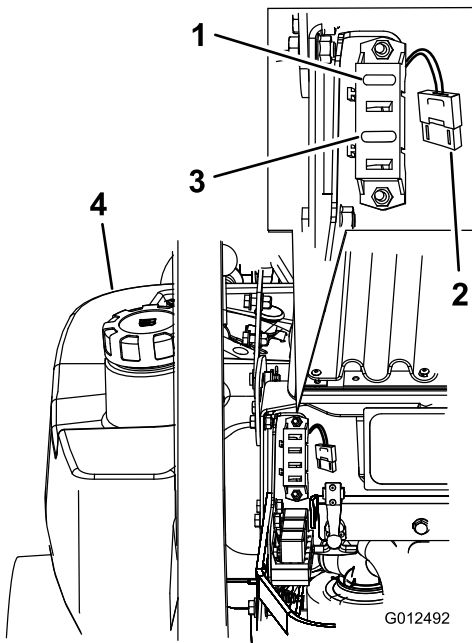

Figura 53
1. Desenganche el capó del motor y levántelo para tener acceso al portafusibles (Figura 53).
3. Instale un fusible nuevo (Figura 53).